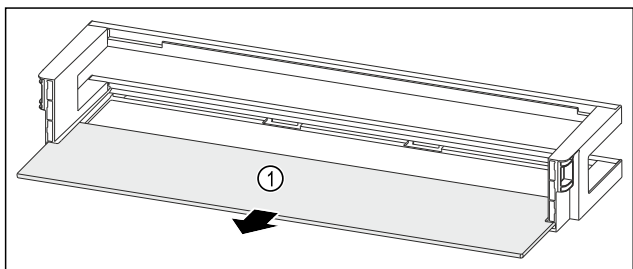

Fig. 118 Odkladací priestor vo dverách s odkladacou plochou
- ▶ Odoberte odkladaciu plochu Fig. 118 (1).